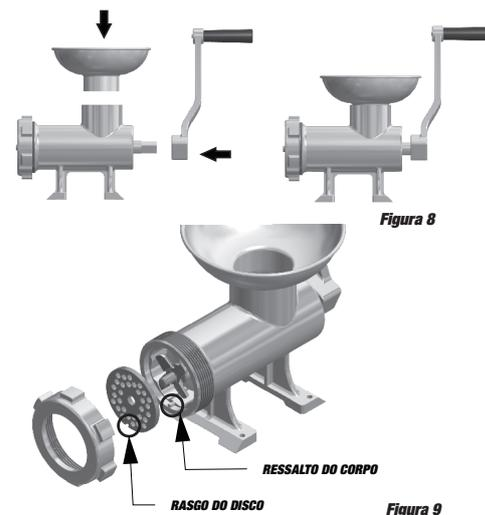

Figura 9
- O corte da faca cruzeta (5), deve ficar em contato com o disco (4). Posicione o disco (4) de forma que seu rasgo de trava encaixe no ressalto do corpo (3), evitando sua rotação durante o uso da máquina (figura 9).
- Coloque o alimento a ser moído sobre o prato (8) gire o cabo (2) e moa a quantidade desejada.